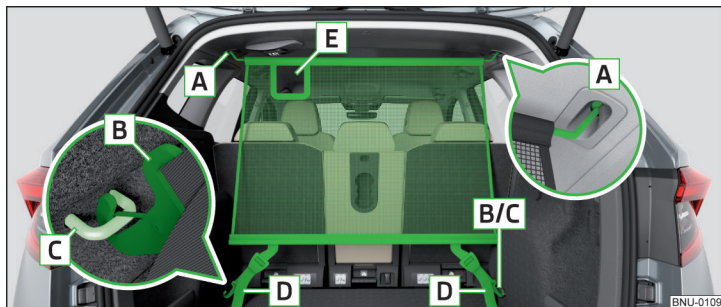

Fig. 143 Red de separación detrás de los asientos traseros
- Para **instalar** la barra transversal en la toma **A**, primero colocarla por un lado y presionarla hacia adelante. Introduzca de igual modo la barra transversal en el alojamiento del vehículo en el alojamiento **A** » fig. 143.
- Tensar las correas en los finales libres **D** » fig. 143.